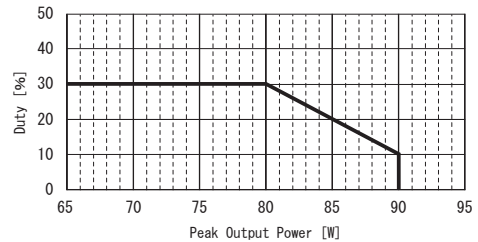

図8.3 Dutyとピーク出力電力の関係 (TEPS65F)
- ・  $\text{Duty} = \frac{t_1}{t_1 + t_2} \times 100[\%]$  図 8.3 参照